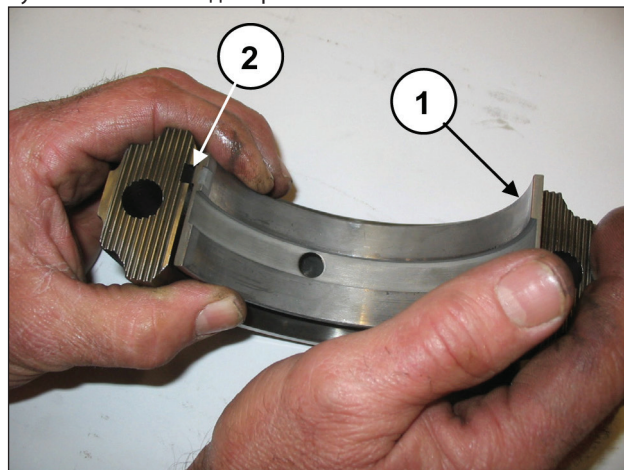

Рис. 59
Установите нижние полуподшипники на крышки (поз. ①, Рис. 59), убедившись, что контрольная шпонка полуподшипников попадает в специальный паз на крышке (поз. ②, Рис. 59).